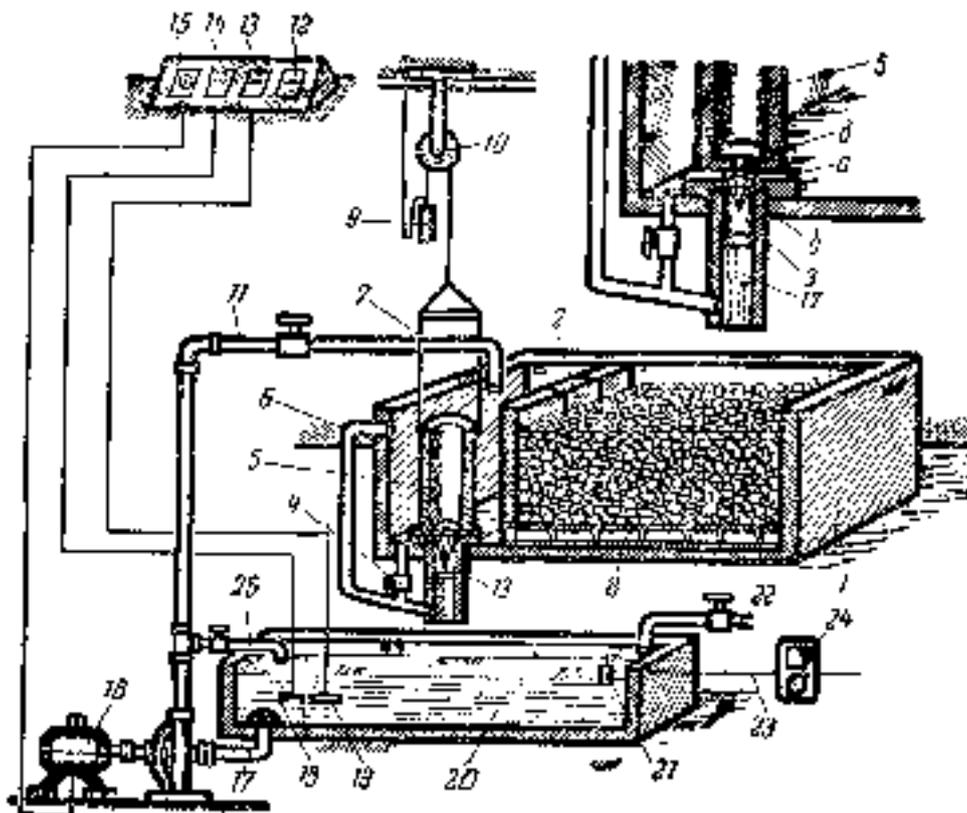

Рис. 36. Схема устройства гидропонной установки системы Рёшлера:
Питательный раствор должен оставаться в резервуаре примерно 20 минут для полного насыщения гравия и только после этого снова освобождать резервуар. Как же достигается автоматизация в этом случае? Оказывается очень просто: в дне запирающего стакана (5) просверлено маленькое отверстие (рис.36, увеличенная деталь схемы в правом верхнем углу), через которое из стакана медленно и непрерывно вытекает раствор. Отверстие должно быть именно такого диаметра, чтобы примерно через 20 минут вес пустеющего стакана стал меньше веса уравнивающего его груза (противовеса) (9), и тогда стакан поднимается кверху, открывая выход для раствора.